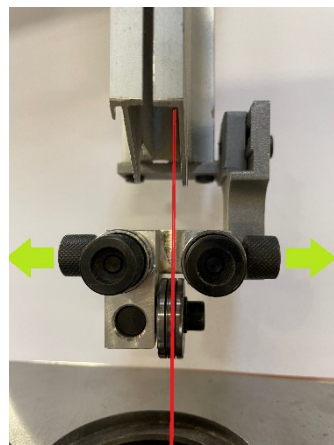

Figure 19
- les deux roulements latéraux doivent être écartés. (Fig 19)